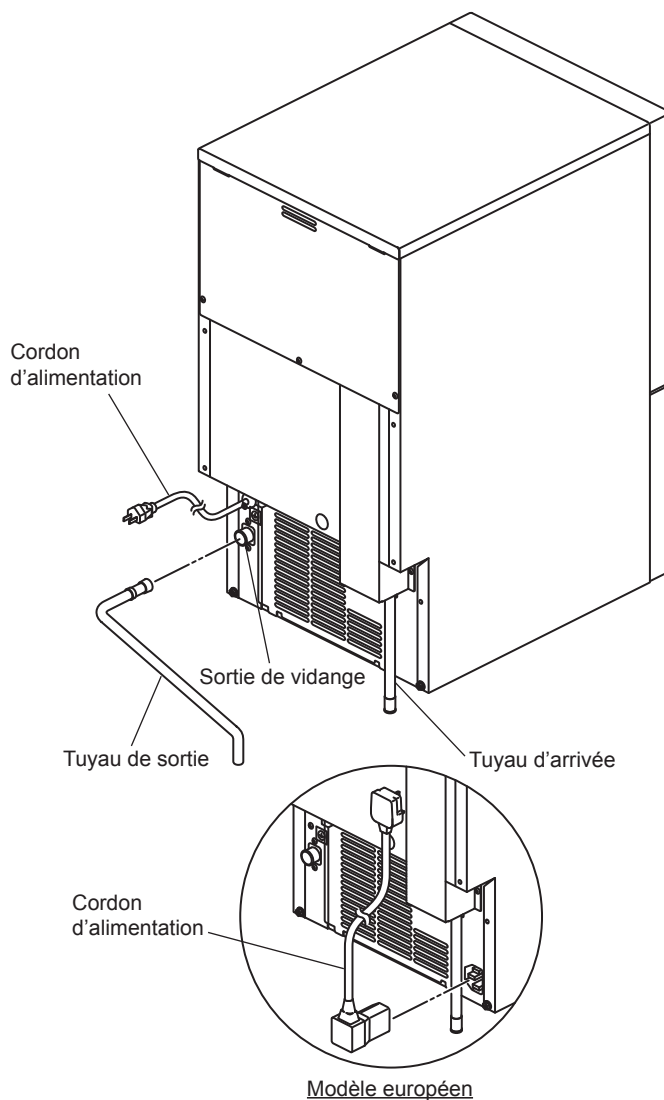

Fig. 3
- 2) Serrer à la main le tuyau gris de vidange (accessoire) sur le raccord à l'arrière de la machine à glace comme indiqué (figure 3), en veillant à placer correctement la rondelle d'étanchéité en caoutchouc pour obtenir un joint étanche. Le tuyau peut être coupé à la longueur voulue en fonction de la position de vidange principale. Pour empêcher toute fuite d'eau, serrer le tuyau de vidange à la sortie correspondante à l'aide d'un collier.